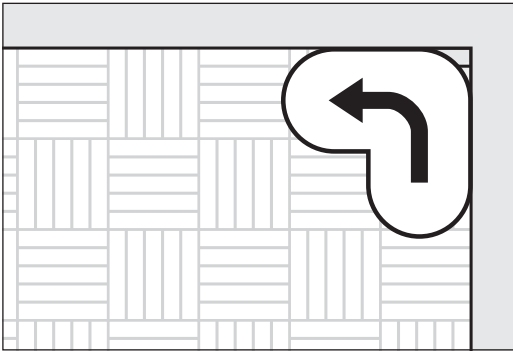

Abb. 15 ELAN mit **Eckenversatz**:
- Die ELAN mit **Eckenversatz** wird beim Schleifen **gegen den Uhrzeigersinn** bewegt (Abb. 15), da sonst tiefe Einschliffe entstehen können! Diese Einschliffe müssen dann sehr aufwendig beseitigt werden!